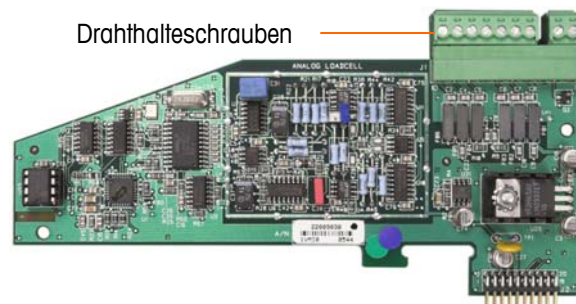
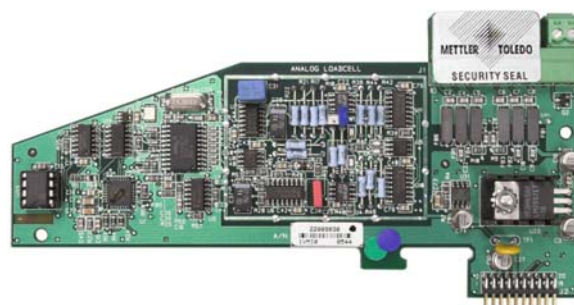

Abbildung 2-86: Ungeschützter Optionsplatinenanschluss
Abbildung 2-87: Installiertes Sicherheitssiegel
3. Zum Schutz der Wägezellen-Verbindungskabel (an Optionsplatinen angebracht) muss ein Sicherheitssiegel über den Anschlüssen befestigt werden, um sicherzustellen, dass sie nicht ausgebaut oder abgetrennt werden. Das Siegel verhindert auch den Zugriff auf die in Abbildung 2-86 gezeigten Drahtalthesrauben. Abbildung 2-87 zeigt ein angebrachtes Siegel.